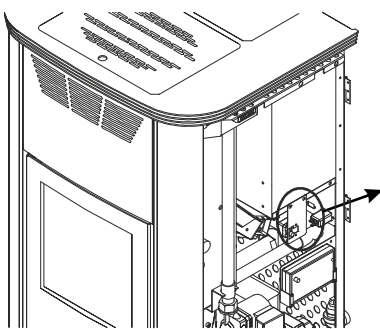
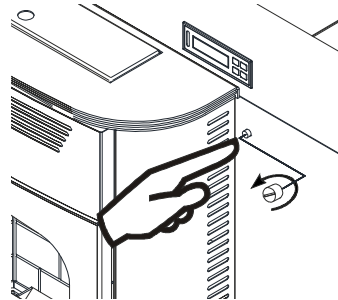
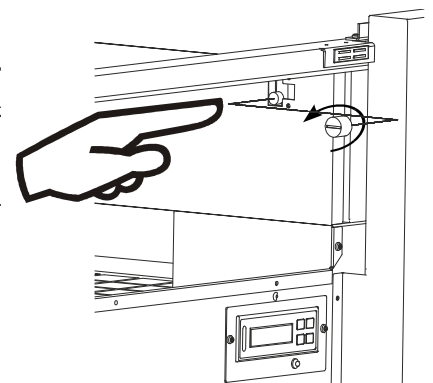

Figura 34
Figura 35
Figura 36
- 12.10. **Con la caldera desenchufada**, comprobar el termostato de seguridad que se encuentra en los modelos Hidrocopper (*figura 34*) en el interior de la caldera, abriendo la puerta lateral derecha, para activarlo se debe desenroscar el tapón y pulsar el botón si fuese necesario, si el termostato se encuentra activado escuchará un “clic”. En el encastrable lo encontramos en la parte frontal (*figura 35*), debajo del teclado. Y en la Super Insert (*figura 36*) lo encontramos tras la puerta superior izquierda del forro.